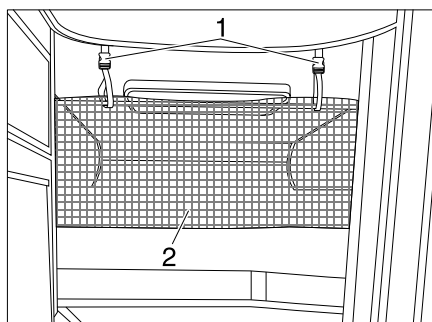

Fig. 167 Rete protettiva
La rete protettiva (Fig. 167,2) è stivata sui modelli di serie tra il materasso e il telaio portamaterasso. Fissare la rete protettiva soltanto dopo che la persona si è già stesa nel letto.
- Fare innestare i nastri di sostegno (Fig. 167,1) nei supporti sul soffitto.